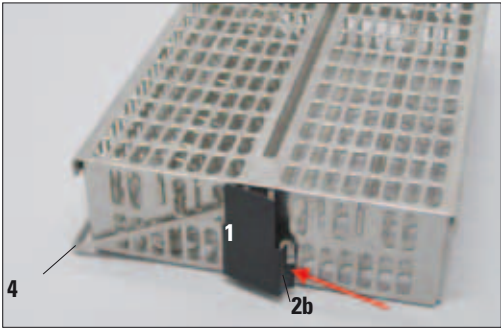

图 10
- 稍微用力将右侧吊耳 (2b, 图 10) 扣入第七个孔 (右起)。